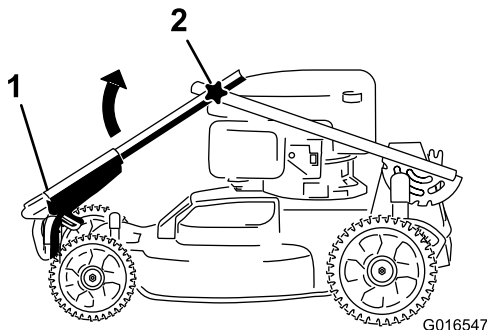
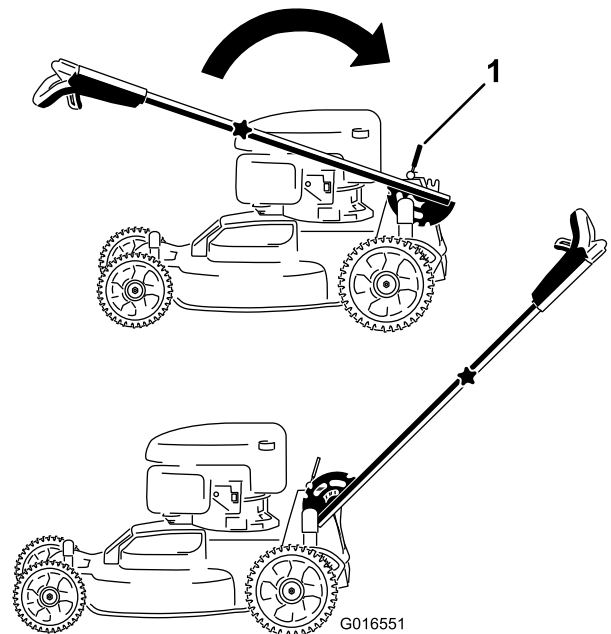

Figura 3
Figura 4
1. Ruotate la maniglia superiore in modo che si allinei con quella inferiore (Figura 3), quindi serrate entrambe le manopole sulla maniglia per bloccare la miniglia superiore in posizione (Figura 4).
2. Disinserite la leva del blocco della maniglia (Figura 4).
3. Tirate indietro la maniglia e bloccatela in posizione (Figura 4).